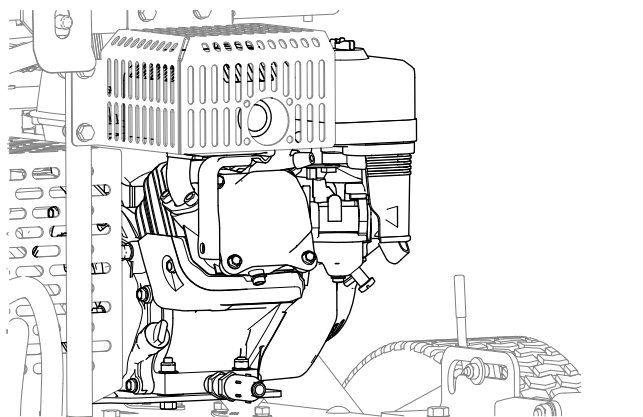

Figure 42
4. Nettoyez le moteur et les ailettes de refroidissement du moteur (Figure 42).